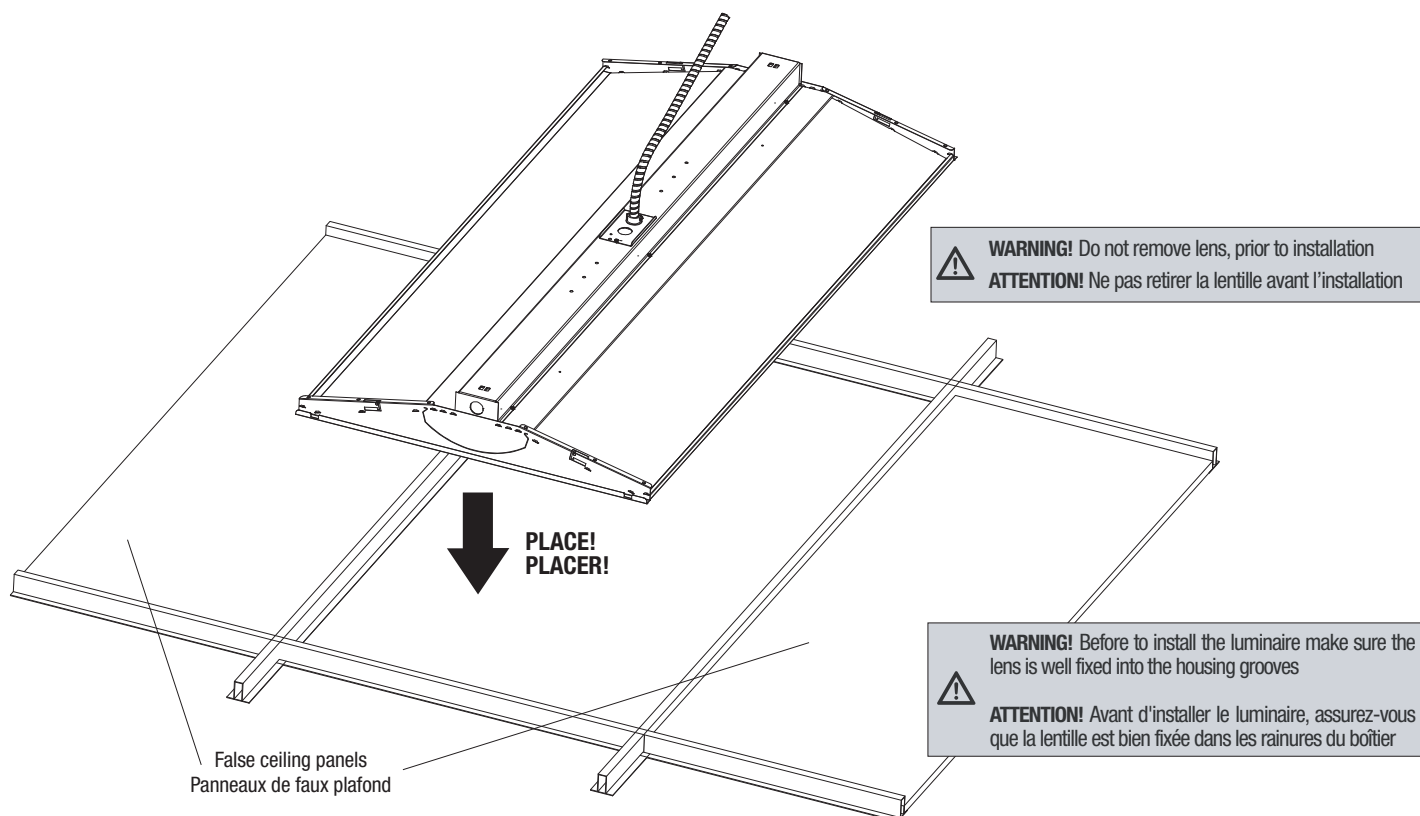

Fig. 1
2. Angle the fixture into the opening and place it onto the suspended T-bars grid ceiling (Fig. 1).
2. Inclinez le luminaire dans le trou prévu dans le plafond et placez-le de façon à ce qu'il s'emboîte sur la grille "T-bar" dans le plafond (Fig. 1).